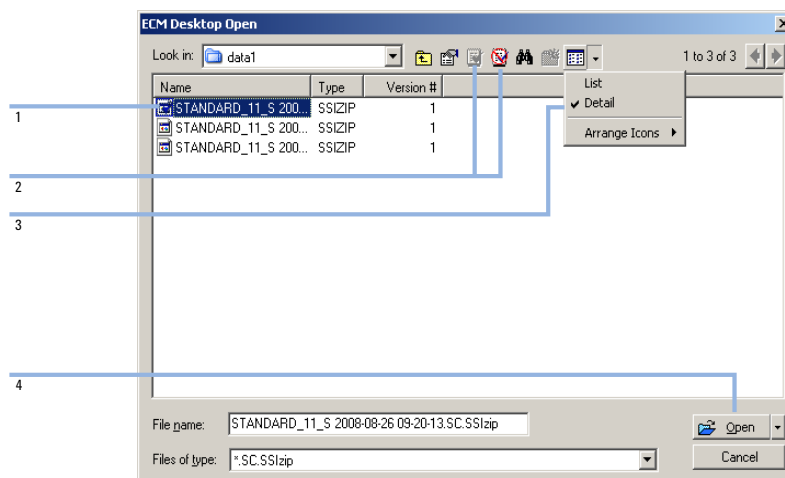
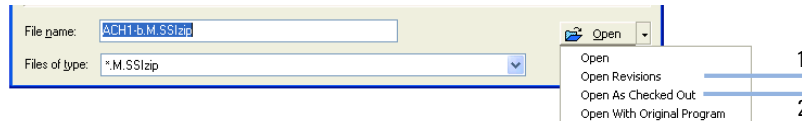
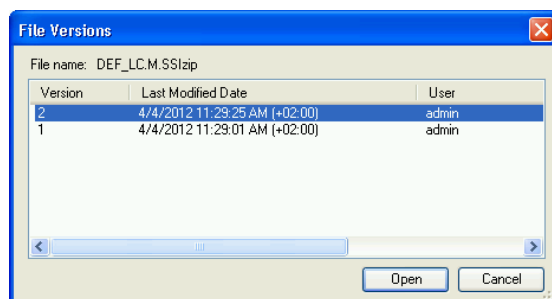

Figura 18 Finestra di dialogo Desktop ECM - Apri
Figura 19 Comando Apri revisioni
Figura 20 Finestra di dialogo File Versions (Versioni file)
Se l'elemento è stato estratto, verrà contrassegnato da un'icona blu o rossa (vedere Figura 18, pagina 64, marker 1):
Per estrarre o archiviare un elemento, è possibile utilizzare le rispettive icone disponibili nella finestra di dialogo Apri (vedere Figura 18, pagina 64, marker 2). Utilizzando queste icone è possibile estrarre solo l'ultima versione di un elemento.
Per visualizzare ulteriori dettagli relativi al tipo e alla versione degli elementi disponibili, selezionare la vista **Detail** (vedere Figura 18, pagina 64, marker 3). Per aprire una versione precedente di un elemento, selezionare il comando **Open Revisions** dal menu **Open** (vedere Figura 19, pagina 65, marker 1). Viene visualizzata la finestra di dialogo **File Versions**, in cui sono elencate tutte le versioni disponibili dell'elemento (vedere Figura 20, pagina 65).
- 3 Selezionare **Open** in una delle due finestre di dialogo per scaricare l'elemento nella ChemStation. Per impedire ad altri utenti di modificare l'elemento, è possibile selezionare il comando **Open As Checked Out** per contrassegnare l'elemento come estratto dal sistema di memorizzazione centralizzata dei dati (vedere Figura 19, pagina 65, marker 2).